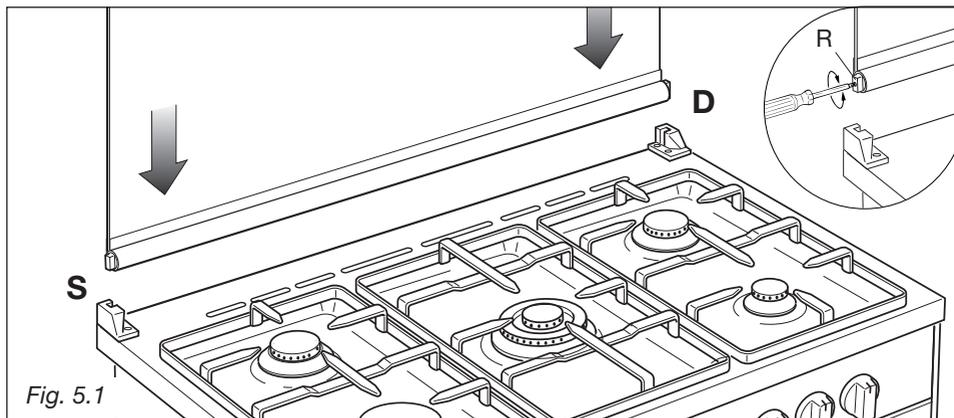

Fig. 5.1
- nella sede destra deve essere montata la cerniera con la stampigliatura **D** mentre nella sede sinistra la cerniera con la stampigliatura **S** (Fig. 5.1)
Eventualmente registrare la taratura delle molle delle cerniere ruotando le viti **R** in senso orario (fig. 5.1).